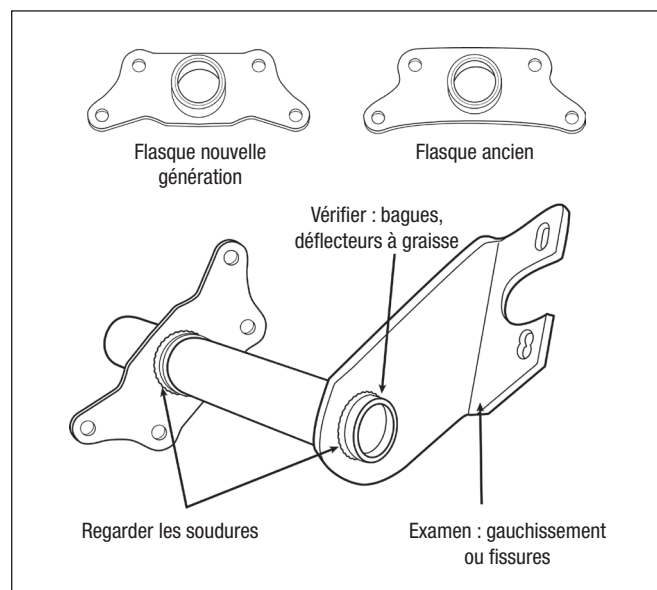

Figure 39 – Vérification du support du récepteur
1. Regarder si le bras du support est gauche, cassé ou fissuré, et s'il y a des soudures rompues. Cf. Figure 39. Si des dommages sont évidents, remplacer le support.